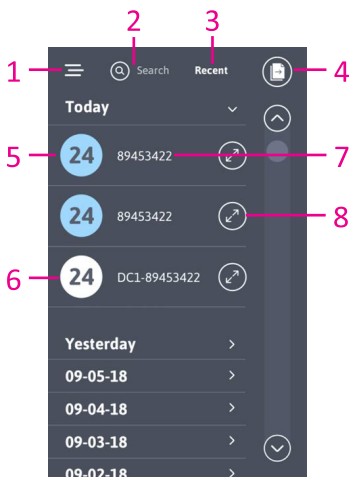
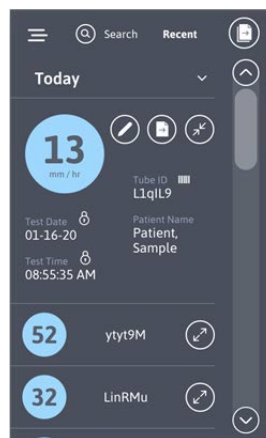
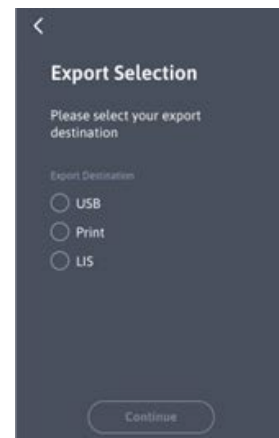

Figura 18
Figura 19
Figura 20
O Registo de Resultados está organizado com os resultados de testes mais recentes mostrados primeiro. Os ícones da Figura 18, listados da esquerda para a direita, de cima para baixo, são:
4. O ícone de “Documentos” no canto superior direito serve para exportar os registos dos últimos 7 dias, quer através de impressão quer por via eletrónica através de USB (Figura 18)
Os registos podem ser exportados em grupos de 7 dias, como apresentado na Figura 18, ou individualmente, como apresentado na Figura 19. Em ambos os casos, depois de o ícone “Documentos” ser selecionado, abre-se o ecrã Exportar Seleção (Figura 20):
9. Em seguida, pode ser selecionado o destino dos ficheiros a exportar (Figura 20)